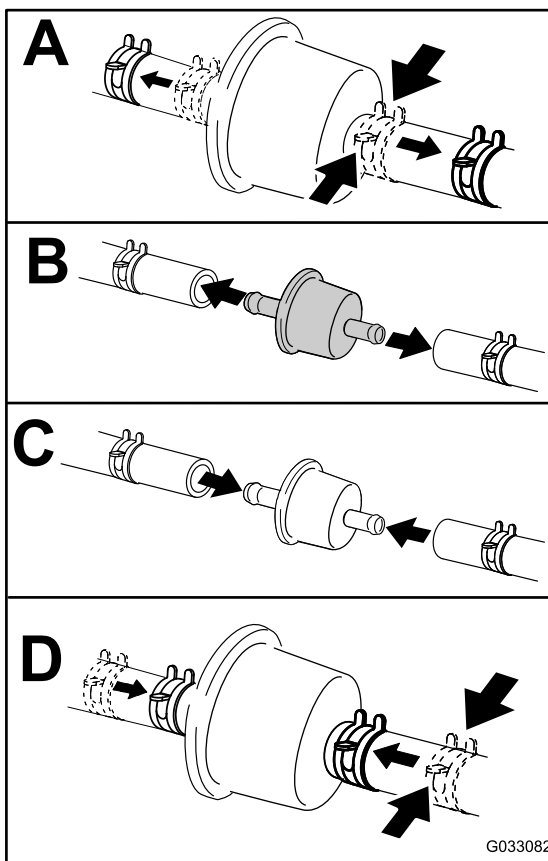

Figura 48
4. Cambie el filtro de combustible (Figura 48).